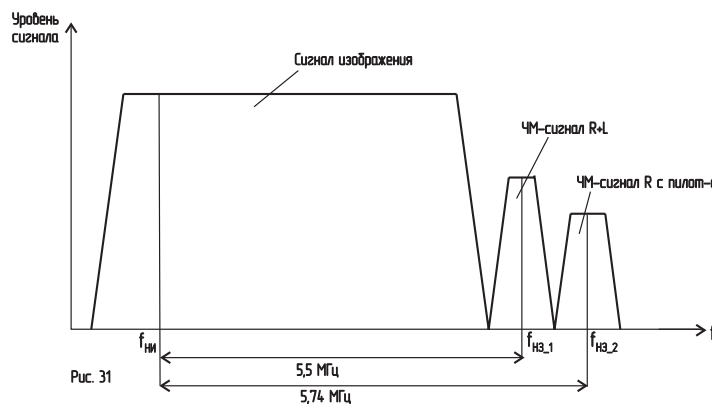

Рис. 31
«И. Б.»: Существует несколько способов передачи стереосигнала в телевизионном вещании. К сожалению, ни один из них не получил пока широкого распространения в странах СНГ. В Москве и области «Первый канал (ОРТ)» передает стереозвук по системе **NICAM**. В этой же системе передают звук на Украине музыкальный канал «М1» и в Донецке коммерческий «12-й канал». В странах Западной Европы, использующих стандарт BG, начиная с 80-х годов прошлого столетия получила широкое распространение система с двумя несущими частотами звука и пилот-сигналом. Эта система стереозвук в телевидении иногда называется «Германской» (**GERMAN Stereo**), **FM-Stereo** или **A2**. Она известна потребителю больше по качественным, оригинальным (не дублированным) видеозаписям, привезенным из-за рубежа. В системе GERMAN Stereo одна из несущих звука (см. рис.31) на 5,5 МГц превышает несущую частоту изображения, а вторая - выше несущей изображения на 5,74 МГц (точнее на 5,742 МГц). Для обеспечения совместимости с монофоническим телевидением первая из несущих звука модулируется по частоте суммой сигналов правого и левого каналов (R+L). Другая несущая также модулируется по частоте, но сигналом только правого канала (R). Использование сигналов R+L и R позволяет уменьшить до минимума уровень шумов на выходе матрицы стереодекодера. Пилот-сигнал имеет частоту 54,6875 кГц (частота 5,742 МГц